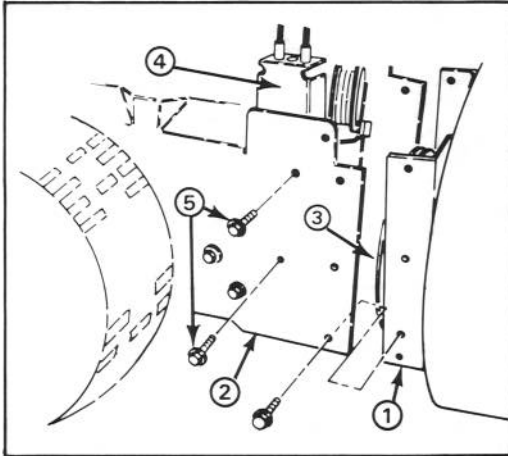

Abbildung 1
2. Das Räumtriebegehäuse und die Motorrahmenbefestigungslöcher ausrichten (Abb. 1).